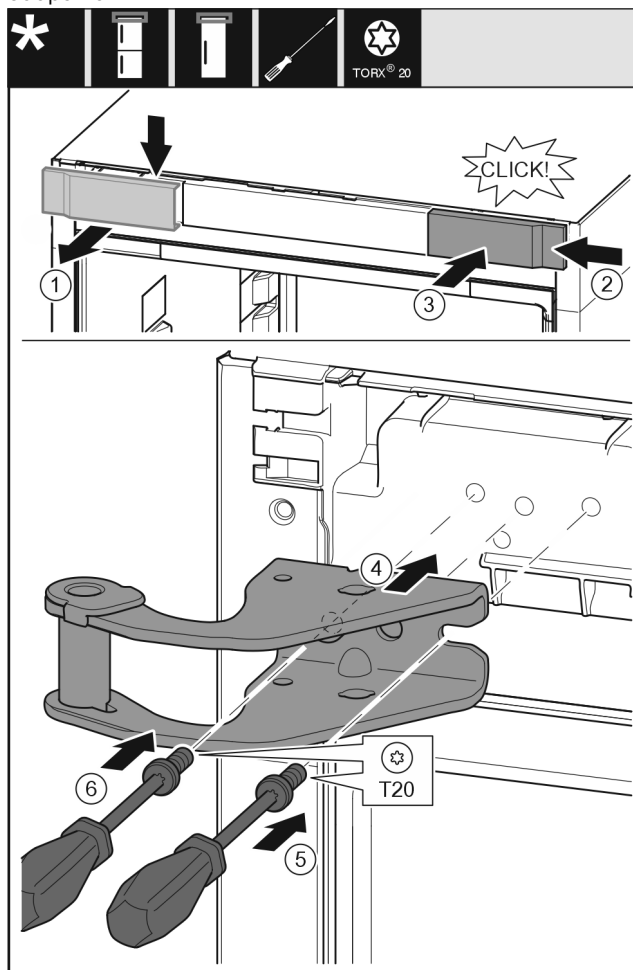

Fig. 29
- ▶ Зніміть кришку вгору вперед. Fig. 29 (1)
- ▶ Почепіть кришку, що повернута на 180°, з іншого боку праворуч. Fig. 29 (2)
- ▶ Зафіксуйте кришку. Fig. 29 (3)
- ▶ Встановіть верхній опорний кронштейн. Fig. 29 (4)
- ▶ Встановіть та закрутіть гвинт за допомогою викрутки T20. Fig. 29 (5)
- ▶ Встановіть та закрутіть гвинт за допомогою викрутки T20. Fig. 29 (6)